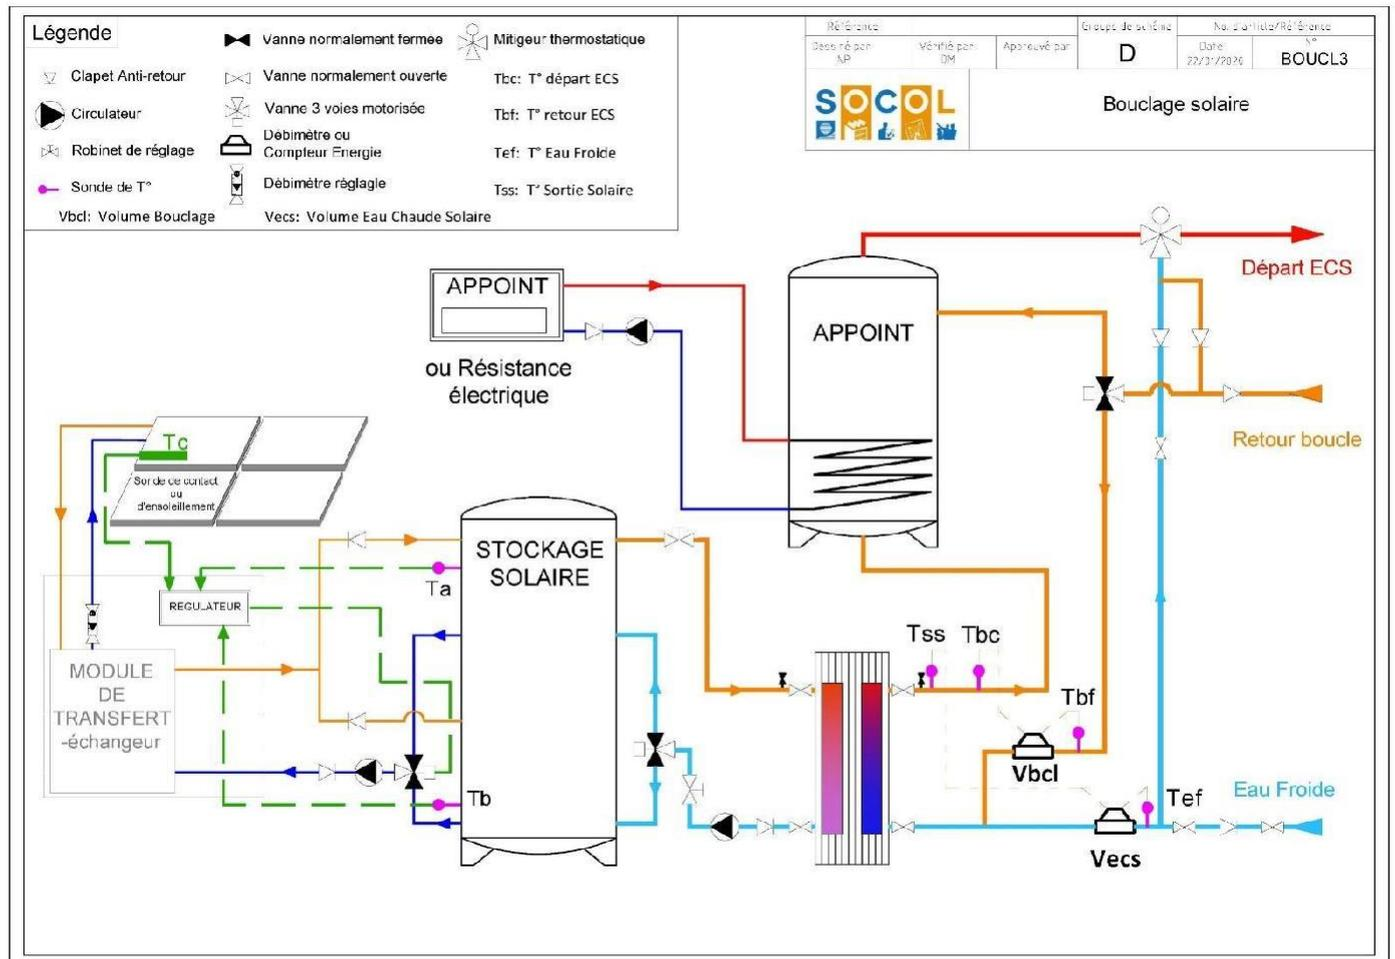

Fig. 8 : Schéma BOUCL3
- Υ Mise en place d'un comptage spécifique sur la partie solaire du bouclage avec double index (compteur C2 de la figure 8)